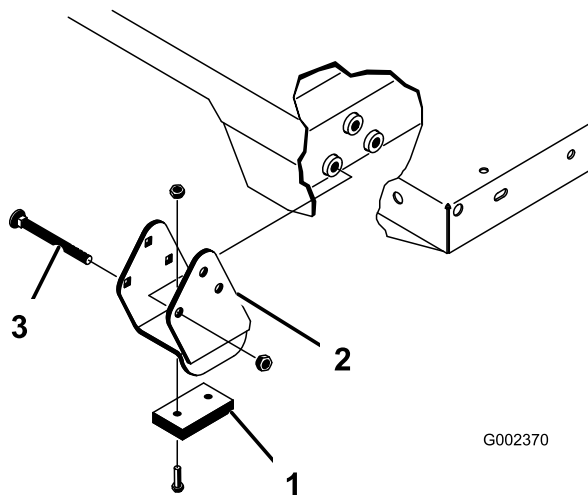

Figure 37
**Remarque:** Les entretoises et les cales d'usure (Figure 37) doivent être installées avec les têtes des boulons à l'intérieur de la machine.